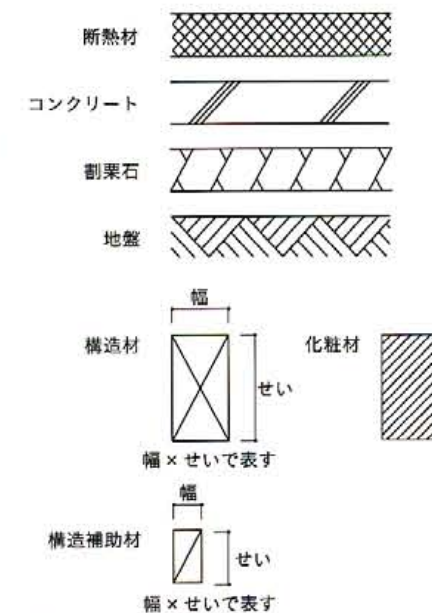

図37 材料の表示方法
(3) 構造、材料の表示記号を細線で記入する [図37]。
(4) 通り芯番号を記入する。
(5) 室名、図面名、縮尺を記入する。